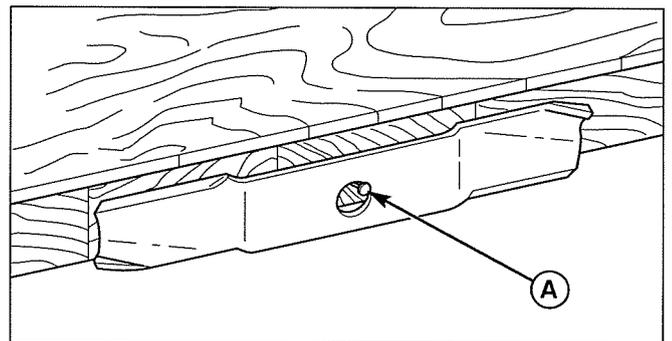

Figure 38. Équilibrage de la lame sur un clou
4. Équilibrer la lame comme l'indique la figure 38. Centrer le trou de la lame sur un clou lubrifié avec une goutte d'huile. Une lame équilibrée restera nivelée.